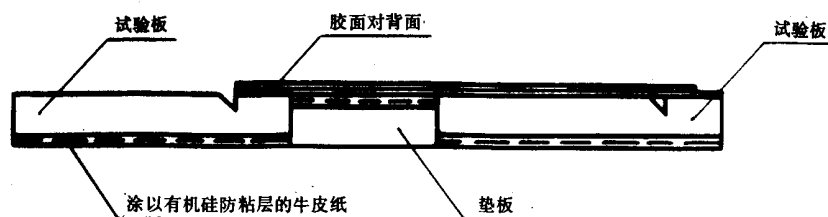

图3 粘贴试样示意图
6.4 按图3所示,把胶粘带分别贴合在两块试验板上,试样粘合长度为20mm和100mm,用辊压装置来回辊压数次,然后再重选贴合一层胶粘带,切取多余的部分,将辊压装置以300mm/min的速度来回辊压三次,取下垫板。